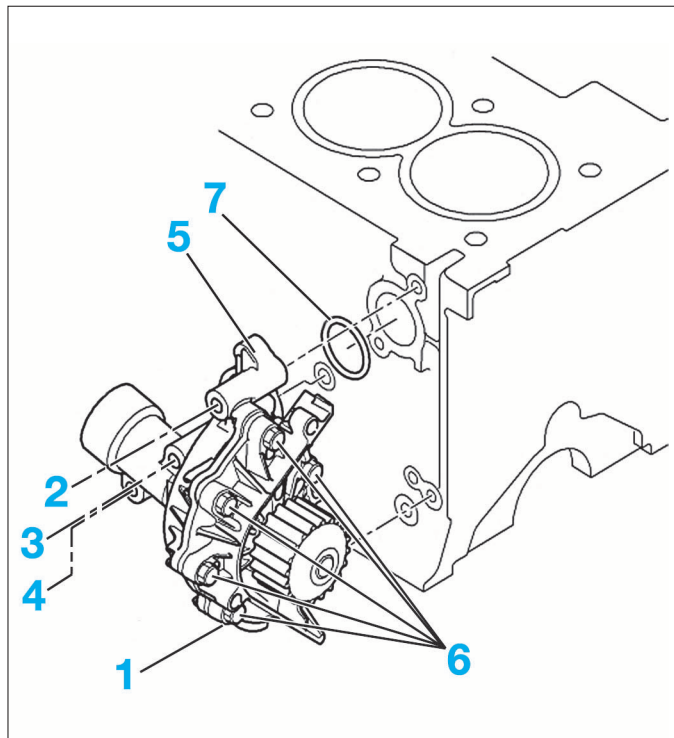

FIG. 38
- les vis de fixation (1), (2), (3) et (4) de la pompe à eau (5) et la déposer (Fig.38).